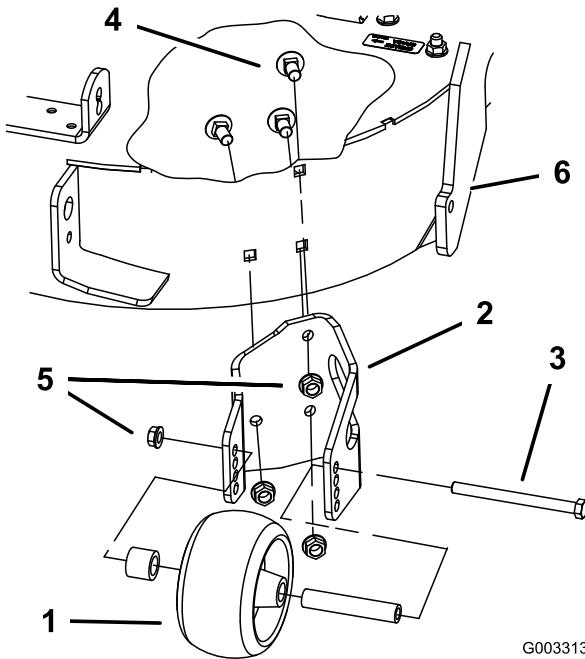

图 12
2. 如图 12 所示松开并卸下凸缘螺母 3/8 英寸和轴螺栓 3/8 x 4 1/2 英寸从支架上取下防刮滚筒。
3. 卸下将支架固定到剪草机的 3 个托架螺栓 3/8 x 3/4 英寸和 3 个凸缘螺母 3/8 英寸图 12。